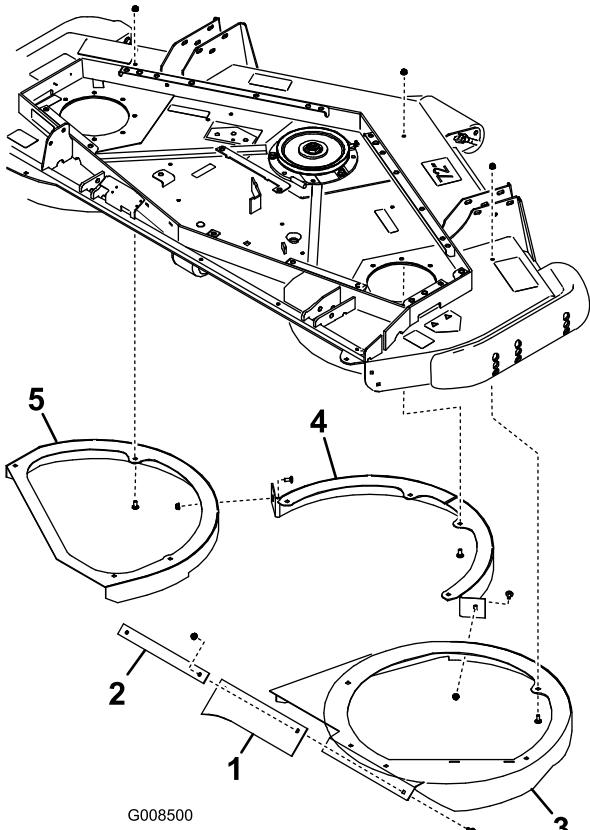

図 10
3. 右外側フランップと外側ストラップは、右側チェンバに取り付け済みである（図 10）。
4. デッキの下側にデッキチェンバを仮止めする； $5/16 \times 3/4$ インチのキャリッジボルトとフランジナット 13 組を使用。ボルトは、頭がデッキの内側にくるように取り付けること。チェンバは図 10 のように組み付ける。
5. 中央のチェンバに、左右のチェンバを仮止めする； $5/16 \times 3/4$ インチのキャリッジボルト 2 本とフランジナットを使用する（図 10）。